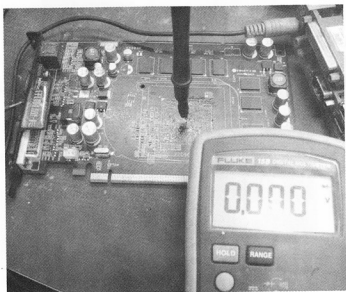

图 5-25 中间接地
(11) 通过以上方法, 已经找出这个信号线在 GPU 的位置了。通常情况下, BGA 封装的芯片的中间部分都是地线, 如图 5-25 所示。